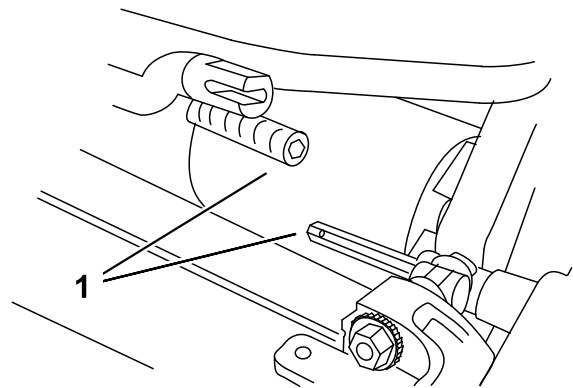

Figura 4
3. Spingete l'apparato di taglio sotto la trattrice e a sinistra per innestare il giunto di trasmissione (Figura 4).